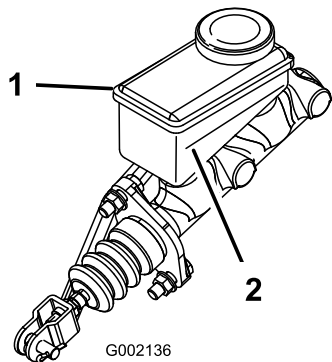

図 44
3. タンクを側面から見てオイルの量を確認する。最低ライン（図 44）まであればよい。不足であれば、キャップの周辺をきれいに拭き、キャップを取り、最低ラインを越えるまで補給する。入れすぎないこと。